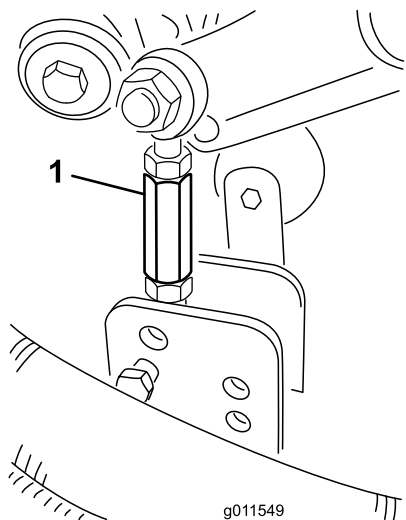

Figura 28
9. Retire os pernos de gancho e os passadores de forquilha que fixam os elementos de ligação do amortecedor aos suportes da plataforma do cortador (Figura 28).